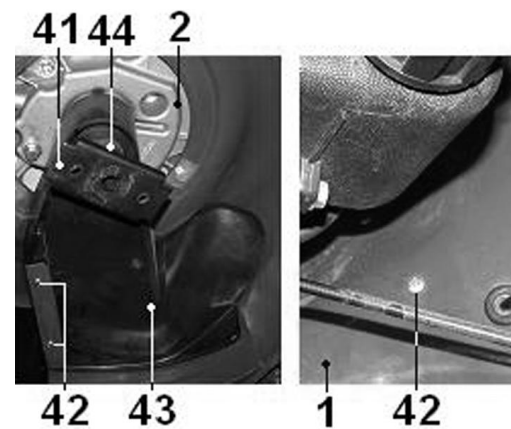

Рис. 20
9.8. Контроль и замена ремня привода колес (Рис. 20 - 21).